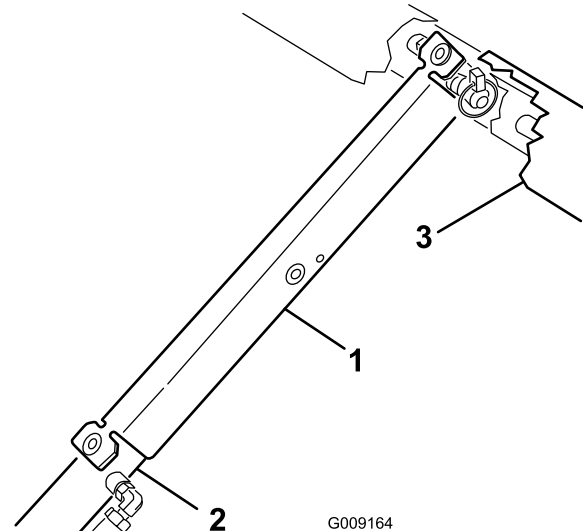

Figura 2
- Introduza o apoio da plataforma na haste do cilindro, assegurando que as linguetas encostam à extremidade do cilindro e à extremidade da haste do cilindro (Figura 2).